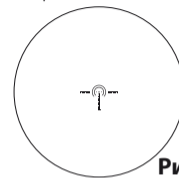
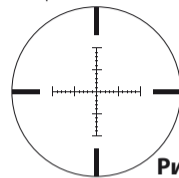
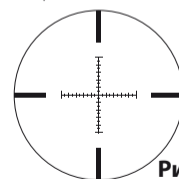

Рис. 3-4
Рис. 3-5
Рис. 3-6
(2) Фокусировка
- Посмотрите в окуляр так, чтобы глаз находился на расстоянии примерно 10 см (4 дюйма) от линзы окуляра, и была видна визирная сетка SPEEDFORCE (Рис. 3-4), визирная сетка X-MOA (Рис. 3-5) или визирная сетка X-MRAD (Рис. 3-6). Глаз должен смотреть по центру окуляра и с правильным выносом выходного зрачка, иначе изображение будет выглядеть «затемненным».